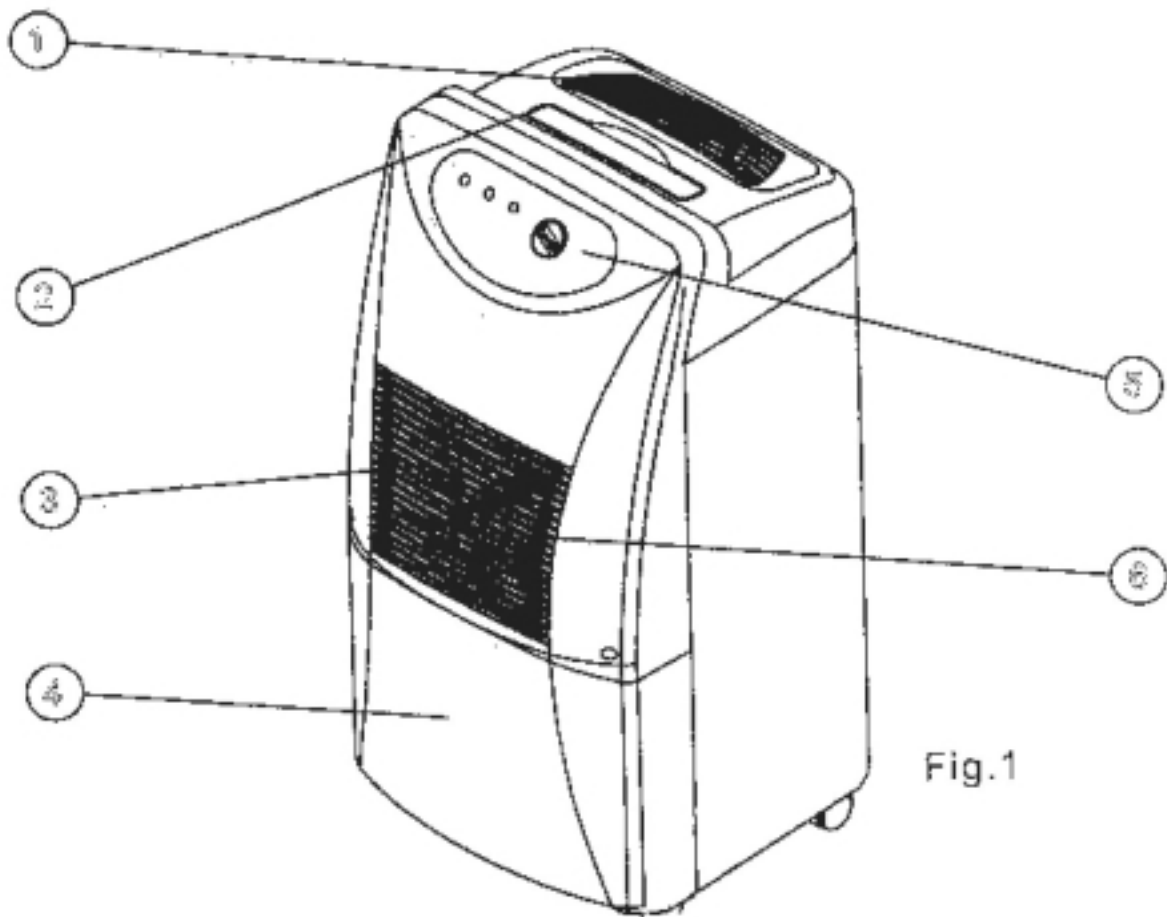

Fig.1
**TEILENBENENNUNG** (Seite 2 Abb. 1 und 2).